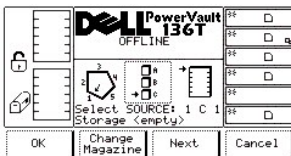

Figure 13. Status > Library > Slot > Dialogue Change Magazine
- 1 Si la touche de fonction **Next** est enfoncée, le paramètre de la source active passe de column à magazine et le dialogue Change Magazine s'affiche. Reportez-vous à la Figure 13.